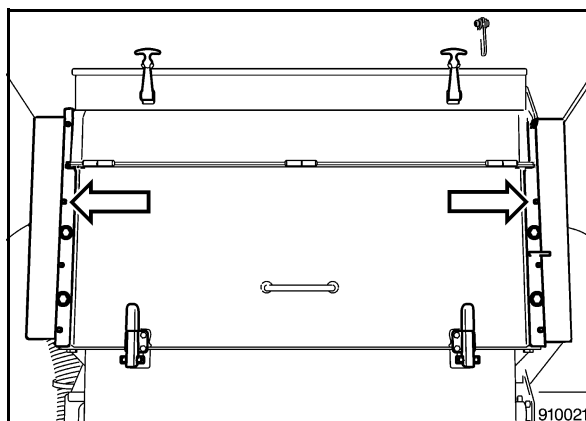

Bild 35
- Deckel (Bild 35) auf beiden Seiten abbauen.